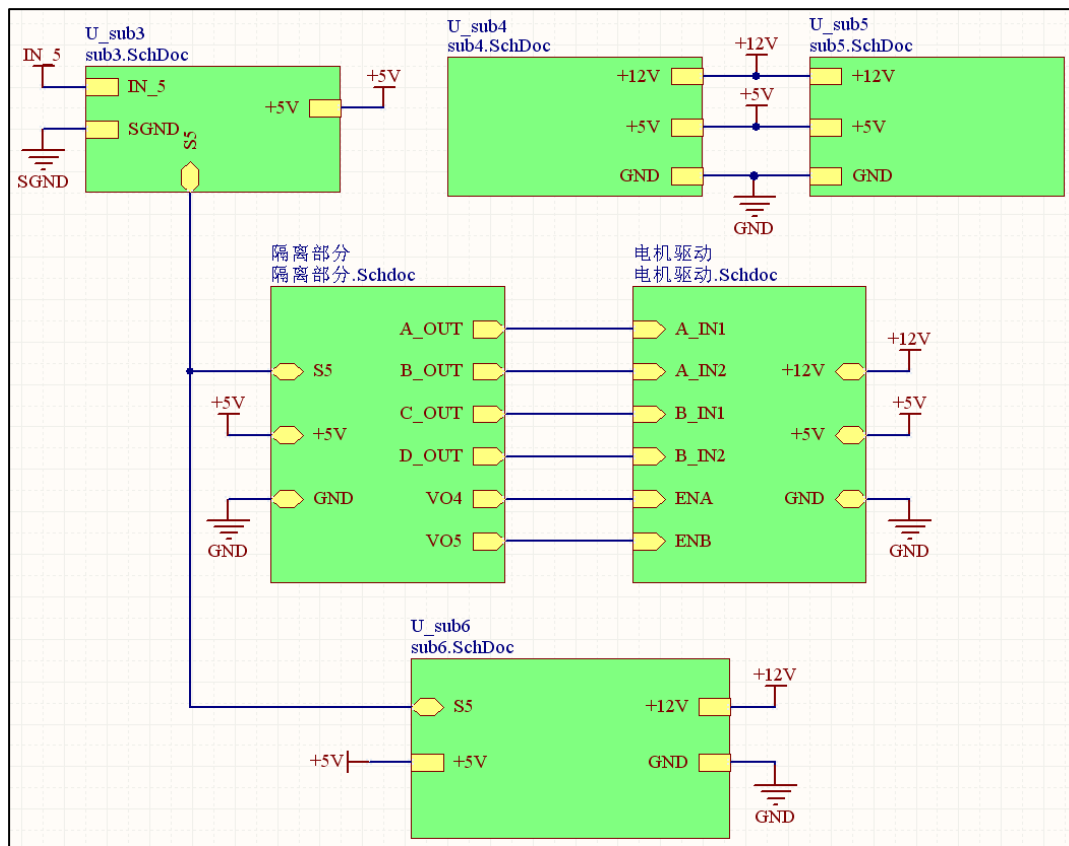

图11-31 绘制完成的上层方块图
7. 在主电路图(Main_top.SchDoc)内连线, 在连线过程中, 可以用鼠标移动方块图内的端口(端口可以在方块图的上下左右四个边上移动), 也可改变方块图的大小, 完成后的主电路图(Main_top.SchDoc)如图11-31所示。
至此，采用自上而下、自下而上的层次设计方法设计电机驱动电路过程结束。图11-2所示的电路原理图，可以用图11-31所示的层次原理图代替，6个方块图分别代表6个子图，它们的数据要转移到一块电路板里，设计PCB板的过程与单张原理图差不多，唯一的区别是，编译原理图的时候，必须在顶层。